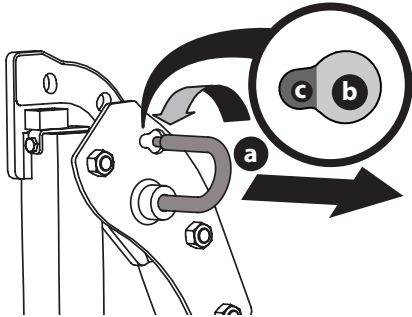

Figura 4
1. Tire ligeramente hacia arriba del ROPS superior para aliviar cualquier tensión sobre la chaveta de cierre (a) y gire la chaveta de cierre (a) de la posición TRABADA (b) a la posición AJUSTE (c) (Figura 4). Repita el procedimiento para la chaveta de cierre del lado opuesto.